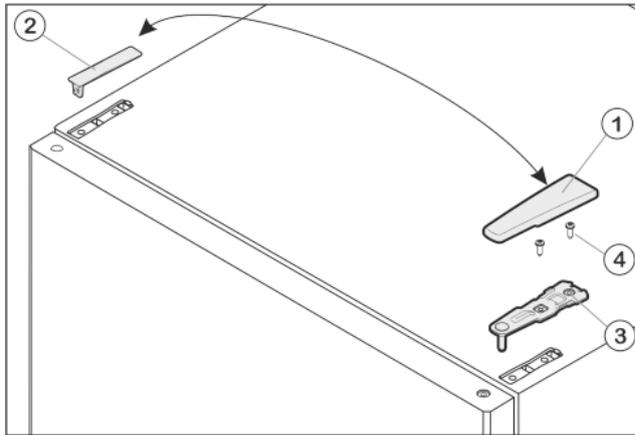

Fig. 7
- ▶ Відведіть кришку Fig. 7 (1) вперед і вгору.
- ▶ Зніміть кришку Fig. 7 (2).
- ▶ Викрутіть верхній опорний кронштейн Fig. 7 (3)(2 шт. Torx® 25) Fig. 7 (4) і відведіть вгору.
- ▶ Встановіть верхній опорний кронштейн *Fig. 7 (3)* в дверцята на новий бік шарніра.
- ▶ Прикрутіть верхній опорний кронштейн (з моментом 4 Нм) гвинтами (2 шт. Torx® 25) *Fig. 7 (4)*. Попередньо зробіть отвори для гвинтів або використовуйте викрутку з акумулятором.
- ▶ Встановіть і зафіксуйте кришку *Fig. 7 (1)* та кришку *Fig. 7 (2)* з протилежного боку ззовні.